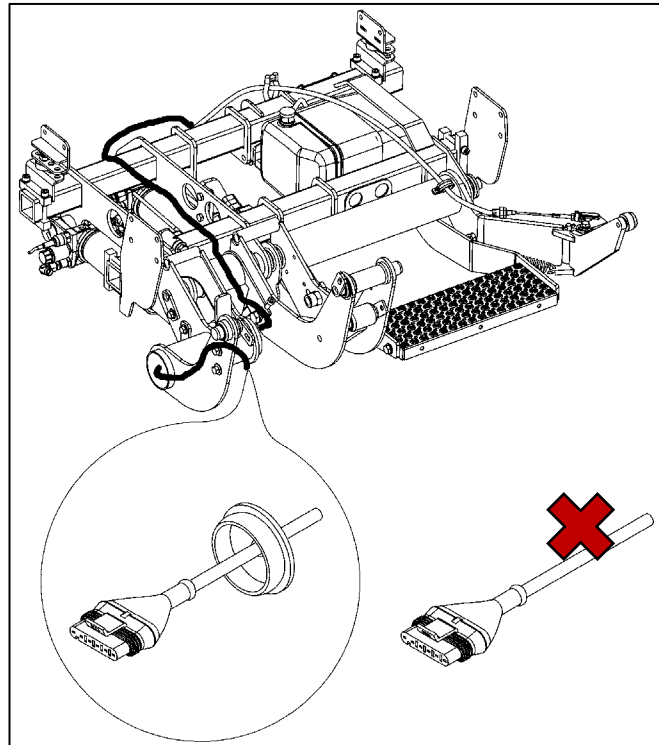

Abbildung 18
- Control Unit-Kabel für Plattform Anschluss (weißer Kunststoffdeckel) durch das Torsionsrohr am Hubarm und entlang dem Hubarm mit Kabelbindern befestigen (Abbildung 18).